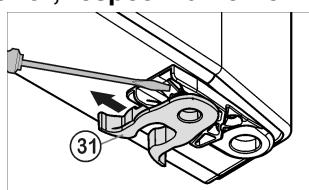

Fig. 7
- ▶ Cambiar de sitio la grapa elástica Fig. 7 (31): presione hacia abajo el saliente de enganche y retire la grapa elástica.